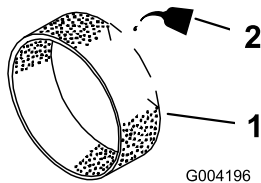

Figura 19
5. Ponga una o dos onzas de aceite de motor en el prefiltro (Figura 19).